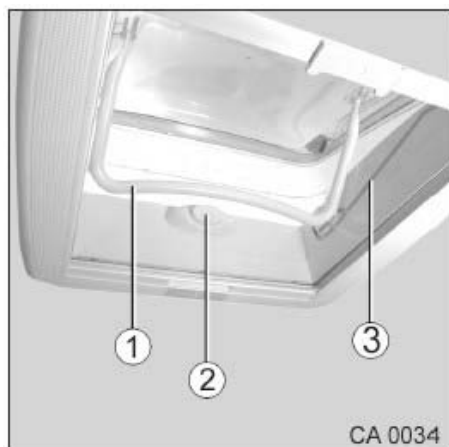

Fig. 54 Lanterneau
1. Appuyer sur le bouton-poussoir (Fig. 54/2) et tirer simultanément l'étrier (Fig. 54/1) vers le bas dans la rainure de guidage (Fig. 54/3) en passant devant le bouton-poussoir (Fig. 54/2).
2. Ouvrir le lanterneau. Pour ce faire, pousser l'étrier (Fig. 54/1) vers le haut dans l'un des trois blocages d'ouverture.
1. Fermer le lanterneau. Pour cela, tirer l'étrier (Fig. 54/1) vers le bas.
2. Bloquer l'étrier (Fig. 54/1) avec le bouton-poussoir (Fig. 54/2).